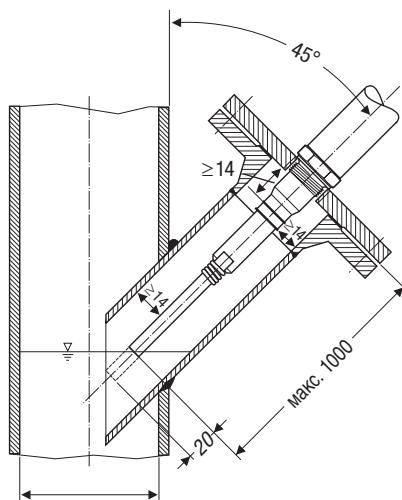

Рис. 17 Наклонный монтаж, например, в стояки подающих магистралей водогрейных установок или резервуаров
- Угол наклона электрода не должен превышать 45°, длина электродного стержня ограничена при этом 1000 мм. **Рис. 17, 21**